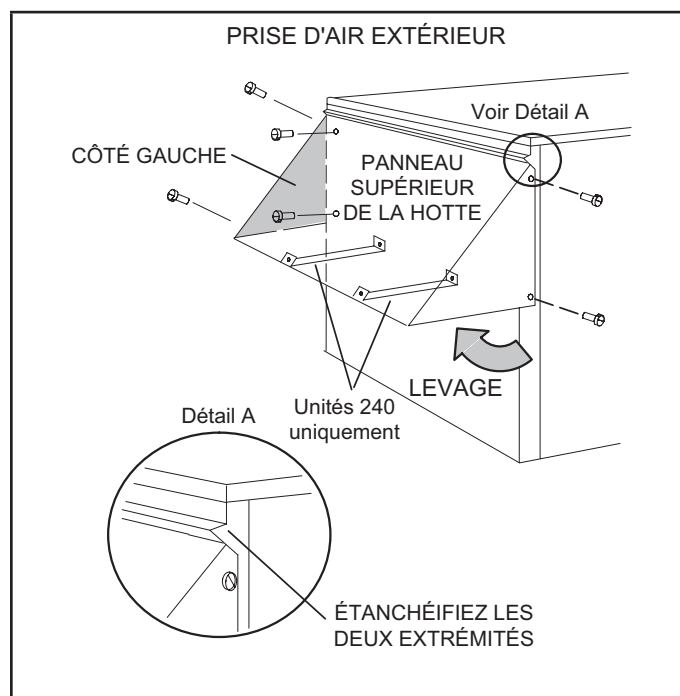
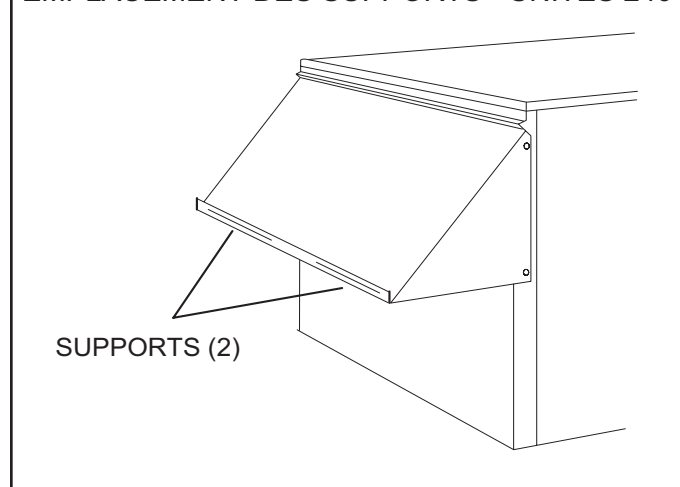

FIGURE 11
FIGURE 12
- 3 - Soulevez (tournez) le bas du panneau supérieur de la hotte et fixez le côté gauche au panneau supérieur de la hotte. Reportez-vous à la FIGURE 11.
- 6 - Unités 240 uniquement - Retirer les deux supports de la bride du panneau supérieur de la hotte. Reportez-vous à la FIGURE 12. Installez comme indiqué à la FIGURE 11.